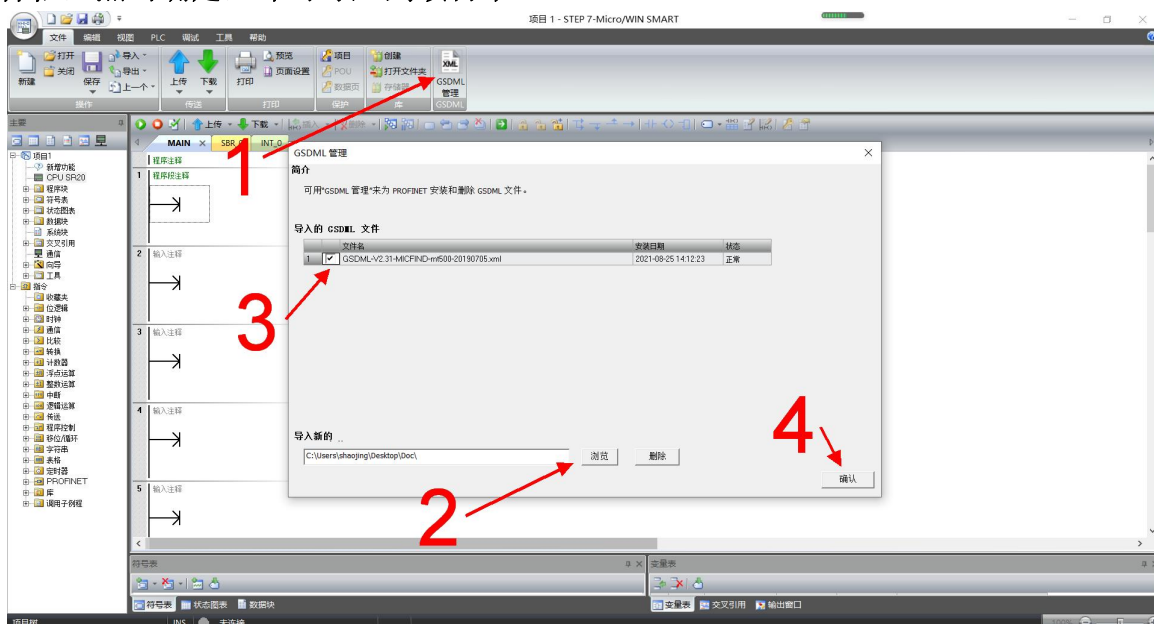

图 36 导入 GSD 文件
(1)如图 36 所示：在文件选项页下，点击 GSDML 管理图标，找到对应的 GSDML 文件，勾选文件框，点击确定，即可导入到项目中。